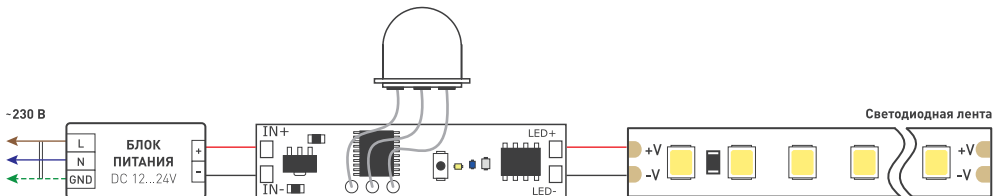

Рисунок 4. Схема подключения ИК-выключателя.
- 3.4. Подключите светодиодную ленту к выходу ИК-выключателя, соблюдая полярность (см. Рис. 4).
- 3.5. Подключите питание ко входу ИК-выключателя, соблюдая полярность (см. Рис. 4). Напряжение питания должно соответствовать напряжению подключенной светодиодной ленты.